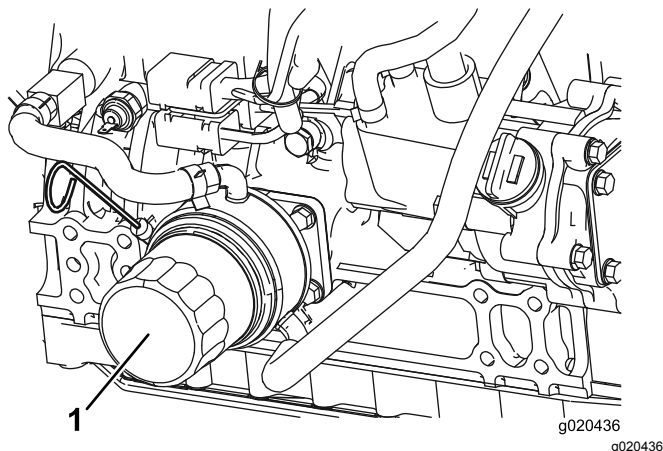

Figura 76
2. Retire o filtro do óleo (Figura 76). Aplique uma leve camada de óleo limpo no vedante do filtro novo antes de o montar. **Não aperte demais.**